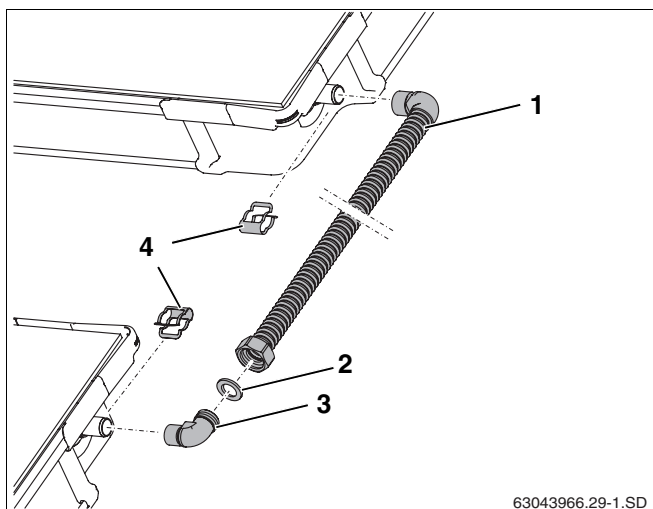

Fig. 60 Kit per il collegamento fra due serie di collettori
Se si rende necessario accorciare il tubo di allacciamento (fig. 60, **pos. 1**), seguire le fasi di montaggio descritte nel capitolo "Realizzazione della superficie di tenuta:" pag. 38.
- Inserire la guarnizione (fig. 60, **pos. 2**) nel dado di raccordo.
- Inserire la staffa (fig. 60, **pos. 3**) nel dado di raccordo G1; quindi allinearla e avvitare.
- Inserire il tubo di allacciamento (fig. 60, **pos. 1**) sugli attacchi del collettore e fissare in posizione utilizzando le graffe (fig. 60, **pos. 4**) contenute nel kit di allacciamento.